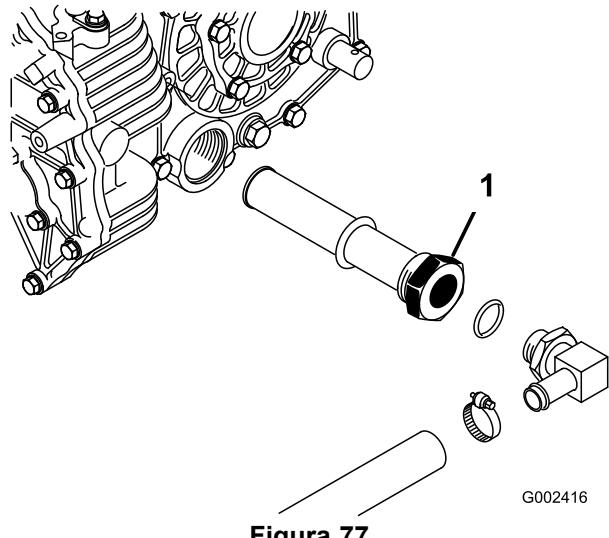

Figura 77
- Observe la orientación del tubo hidráulico y del codo de 90 ° conectado al filtro en el lateral del depósito (Figura 77). Retire el tubo hidráulico y el codo de 90 °.